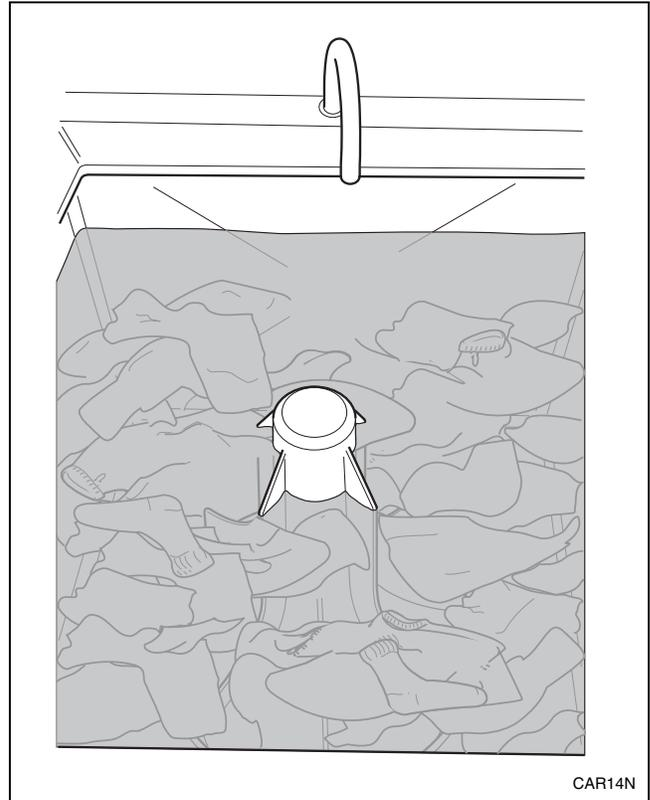

Figura 12
6. Coloque en el compartimento los artículos que se puedan lavar. Distribúyalos uniformemente alrededor del agitador. Consulte la *Figura 12*.